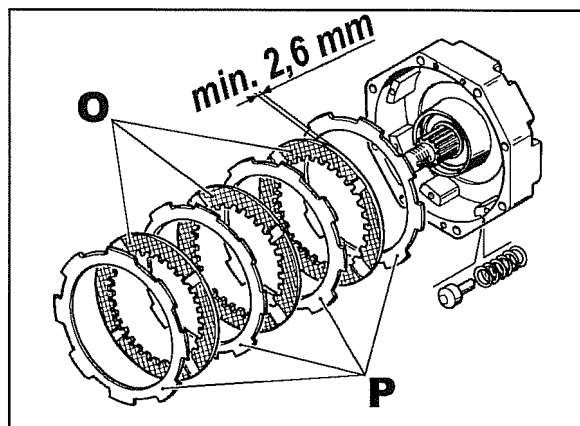
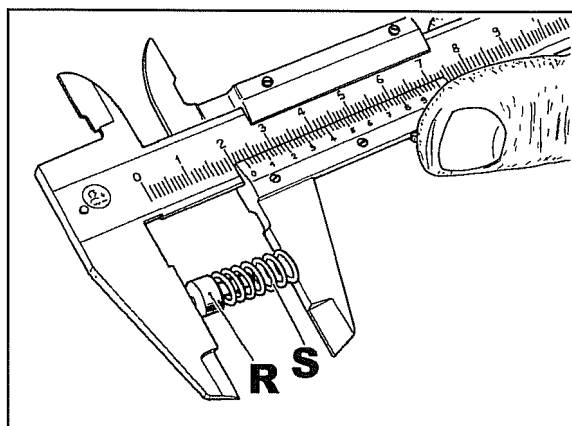
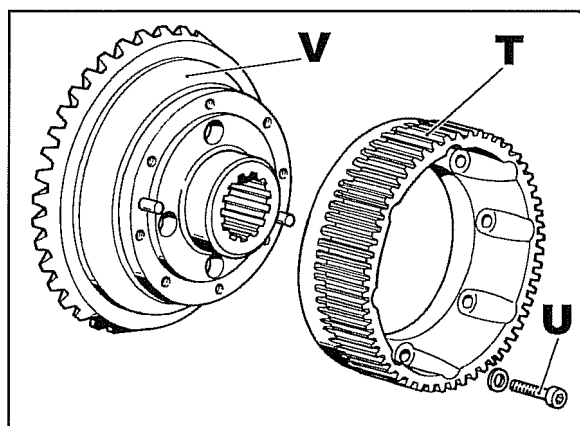
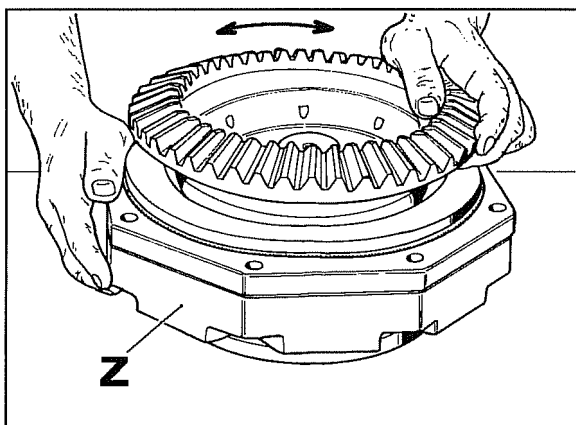

Fig. 26
Fig. 27
Fig. 28
Fig. 31
A fig. 26 mostra os componentes da massa de travagem.
- 35 Controlar o consumo dos discos **O** fig. 26 medindo-lhes a espessura que não deve ser inferior a **2,6 mm**. Controlar também o bom estado dos discos de aço **P**, se necessário, substituí-los. Controlar com um calibre que os oito pernos **R** fig. 27 com as relativas molas **S**, não tenham uma medida inferior a **22,5 mm**. Se necessário, substituir as molas.
- 36 Controlar o estado do anel ranhurado **T** fig. 28. Em caso de substituição, separá-lo da coroa **V** através dos parafusos **U**.
- Na remontagem da coroa **V** fig. 28 na massa de travagem **Z** fig. 31, prestar atenção para que todos os discos **O** fig. 26 se encaixem com o anel ranhurado **T** fig. 28, agindo com movimento rotatório como ilustrado na fig. 31.